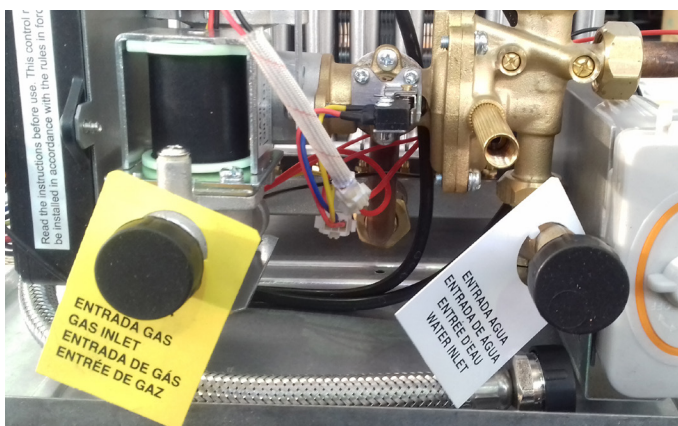

fig. 7 - Etichetele pentru racorduri
- 7 - Scoateți dopurile de la racordurile pentru apă și gaz, **vezi Fig. 7**.
Pentru a înlocui bateriile, procedați așa cum se arată în fig. 7